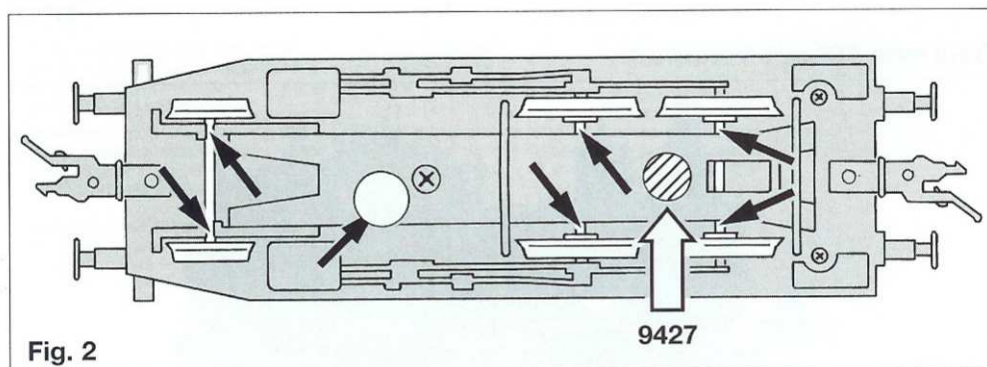

**Fig. 1**
**Öffnen:** Ein Öffnen der Lok ist nur zum Lampenwechsel, Schleifkohlenwechsel und Ölen der Motor- und Getriebelager erforderlich. Die Kreuzschlitzschrauben **A**, **B** und **C** entfernen und Lokgehäuse senkrecht nach oben abnehmen (Fig. 1).
**Lampenwechsel (vorne):** Halterung etwas aufspreizen und nach hinten schieben. Lampe nach oben herausnehmen. Einbau erfolgt in umgekehrter Reihenfolge (Fig. 1).
**Ölen:** Geölt werden Achsen und das Getriebe nur an den gekennzeichneten Stellen (Fig. 1/2). Nur **FLEISCHMANN-ÖL 6599** verwenden. Nur ein kleiner Tropfen Öl pro Schmierstelle (→), sonst Überölung. Zur Dosierung die in der Verschlusskappe der Ölflasche angebrachte Nadel verwenden.
**Opening:** Opening the loco is only necessary to change the bulbs, motor, brushes or to oil the motor and gear bearings. Undo the cross-headed screws **A**, **B** and **C** and vertically lift the loco body upwards (Fig. 1).
**Lubrication:** Axles and bearings should only be oiled on the places indicated (Figs. 1, 2). Only use **FLEISCHMANN-oil 6599**. Only but a tiny drop in each place (→), otherwise it will be overoiled. An applicator needle is located in the cap of the oil bottle for your use.
**Changing the Bulbs (front):** Take off the light contact upwards. Pull out the bulb upwards from its socket (Fig. 1).
**Ouverture:** L'ouverture de la locomotive ne se justifie que pour le remplacement de lampes, du moteur ou des charbons de moteur et la lubrification des paliers du moteur et du train d'engrenages. Enlever les vis à rainures cruciformes **A**, **B** et **C** et retirer la carrosserie vers le haut (Fig. 1).
**Lubrification:** Les axes et le train d'engrenages doivent être légèrement huilés aux repères marqués de flèches (Fig. 1, 2). N'utilisez que l'huile recommandée **FLEISCHMANN 6599**. Une seule goutte par point à lubrifier (→) afin d'éviter tout excès. L'aiguille montée dans le bouchon du petit flacon convient parfaitement à cet usage.
**Remplacement de la lampe (avant):** Enlever le contact de la lampe en la soulevant. Retirer la lampe de son logement en la soulevant (Fig. 1).
**Openen:** Het openen van de loc is alleen voor het vervangen van de lampjes, onderhoud van de motor, het verwisselen van de koolborstels en het oliën van motor en lagers nodig. De kruiskopschroefjes **A**, **B** en **C** losdraaien en het lochuis van de loc loodrecht naar boven trekken (Fig. 1).
**Oliën:** De assen en de aandrijving uitsluitend op de aangegeven plaatsen oliën (Fig. 1, 2). Alleen **FLEISCHMANN-olie 6599** gebruiken. Een klein druppeltje per smeerpunt (→) is heus voldoende, anders wordt de zaak te ved. Voor en juiste dosering het spuitje gebruiken dat wordt bijgeleverd in het olieflasje.
**Het vervangen van het lampje (voor):** Lampkontakt naar boven wegnemen. Lampje naar boven uit de houder trekken (Fig. 1).
**Abning:** For udskiftning af pærer, motor kul og smøring. Skruerne **A, B** og **C** løsnes og overdelen loftes ovenud (Fig. 1).
**Smøring:** Smør kun på s' de viste punkter (Fig. 1, 2). Anvend kun **FLEISCHMANN-olie 6599**. Kun en enkelt dråbe for hvert smørested (→), ellers oversmøres. Til dosering anvendes de lille nål indvendig i skrilåget.
**Udskiftning af pære (for):** Kontakten trækkes ovenud. Pæren trækkes ovenud af holderen (Fig. 1).
**Apertura:** L'apertura della locomotiva si richiede solo per la sostituzione delle lampadine, del motore, delle spazzole di contatto e per oliare i cuscinetti del motore e dell'ingranaggio. Rimuovere le viti **A, B, C** ed estrarre la carrozzeria verso l'alto (Fig. 1).
**Lubrificazione:** L'asse ed il motore vengono oliati solo nei punti indicati (Fig. 1 e 2). Utilizzare solo olio **FLEISCHMANN 6599**. Usare soltanto una piccola goccia per ogni punto di oliature (→), altrimenti si rischia di oliare troppo. Per il dosaggio utilizzare l'ago di cui è provvisto il tappo di chiusura del flacone dell'olio.
**Sostituzione della lampadina (davanti):** Estrarre verso l'alto il contatto della lampadina. Togliere la lampadina dal supporto estraendola verso l'alto (Fig. 1).